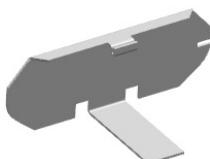

图 4.8.27 “伸直”特征 1
Step5. 创建图 4.8.27 所示的“伸直”特征 1。选择下拉菜单 **插入(S) → 成形(E) →**